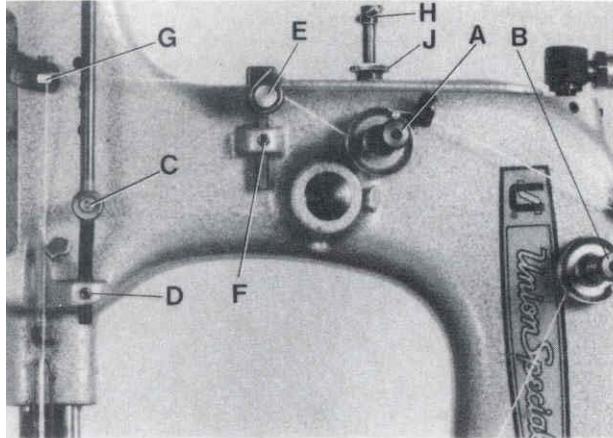

Fig.10
Rotate the pulley until the feed dog is below the throat plate. Remove the face cover left on machine arm and turn out the T-screw (H, Fig. 10) on the top of the machine arm, until it does not exert any pressure on the leaf springs. In this position, the pressure exerted on the presser foot, should be just strong enough to keep it flat on the throat plate. By relocating the collars (A, Fig. 9), which serve as a leaf spring rest, on the left and right presser bar, the pressure can be changed. Raising the collars increases the pressure, lowering the collars decreases the pressure.
Now turn in T-screw (H, Fig. 10) until the necessary presser foot pressure for proper feeding is exerted (determine with sewing tests). Secure this setting with the knurled nut (J), which simultaneously fastens the upper arm cover. Remount the face cover.
The tension (A, Fig. 10) on the needle thread should be fairly strong to produce uniform stitches. On the two thread double locked stitch styles the tension (B) on the looper thread should be barely sufficient to steady it.
Gire el volante hasta que los dientes del transportador se encuentren debajo de la placa de la aguja. Remueva la tapa frontal en el brazo y afloje el tornillo (H, Fig. 10) en la parte superior de la maquina hasta que no haya mas presión en las ballestas. En esta posición la presión al pie es solamente para mantenerlo plano en la placa de la aguja. Moviendo los anillos (A, Fig. 9), que sirven como soporte para las ballestas, en la barra de presión izquierda y derecha, se puede modificar la presión. Subiendo los anillos aumenta la presión, bajando los anillos disminuye la presión.
Ahora ajuste el tornillo con forma de „T“ (H, Fig. 10), para conseguir la presión necesaria para una alimentación optima (determine esto con pruebas de costura). Asegure este ajuste con la tuerca (J), que al mismo tiempo fija la tapa superior del brazo. Coloque otra vez la tapa frontal.
El tensor (A, Fig. 10) del hilo de la aguja debería ser ajustado de tal manera que la tensión del hilo de la aguja produzca unas puntadas uniformes. En los estilos con costura de doble cadeneta de dos hilos, el tensor (B) debe ser ajustado apenas lo suficiente para mantener la costura.
On the two thread double locked stitch styles 80800C, E, H and HA, the height of the needle thread take-up roller (C, Fig. 10) is set so that the needle thread on the downstroke of the needle just contacts the roll at the time the needle thread loop is released from the looper. Loosen screw (D) and set the needle thread take-up roller accordingly. Retighten screw (D).
On all styles the eyelet (E, Fig. 10) should be positioned so, that the needle thread runs nearly horizontal, parallel to cloth plate, between eyelet (G) on needle bar connection and eyelet (E) on machine arm, when the needle is in its upmost position. Eyelet (E) is secured by screw (F).
En las maquinas de costura de doble cadeneta 80800C, E y HA, la altura del rodillo (C, Fig. 10) del alimentador del hilo de la aguja esta fijado de manera tal, que el hilo durante el movimiento de la aguja hacia abajo solamente toque el rodillo en el mismo momento cuando el looper suelte el lazo del hilo de la aguja. Suelte el tornillo (D) y ajuste el rodillo del alimentador del hilo de la aguja adecuadamente. Apriete el tornillo (D) otra vez.
En todos los estilos el ojete (E, Fig. 10) debería ser puesto para que el hilo de la aguja se mueva casi en forma horizontal, paralelamente a la tapa principal de la maquina, entre el ojete (G) en la conexión de la barra de la aguja y el ojete (E) en el brazo de la maquina, cuando la aguja se encuentre en su posición mas alta. Asegure el ojete (E) con el tornillo (F).